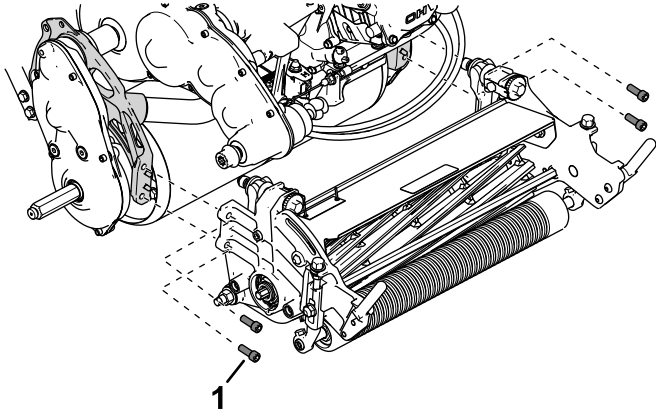

Figura 44
5. Folosiți 4 uruburi cu cap imbus pentru a fixa unitatea de tăiere pe cadru (**Figura 44**).